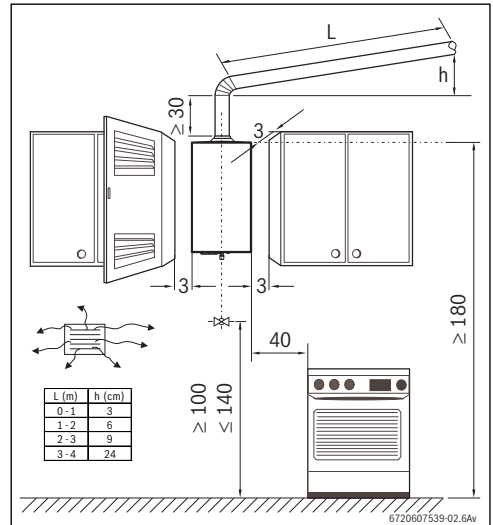

Fig. 10 Espacements minimaux (cm)
- Respecter les espacements minimaux d'installation indiqués dans la fig. 10.